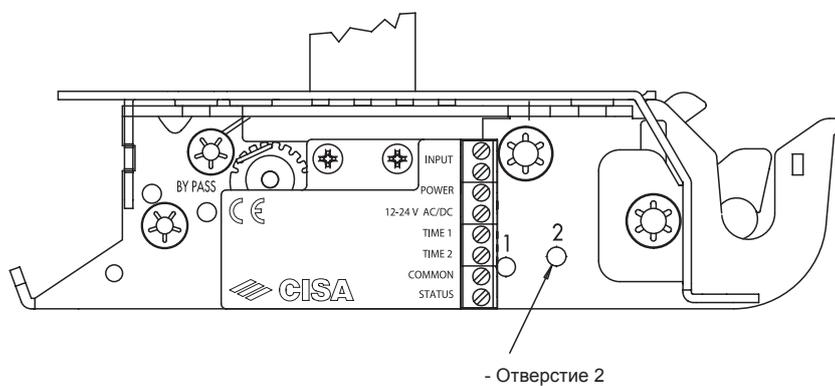

Рис.6
- 3) Открыть дверь ключом или кнопкой и действовать вручную на вращение роторного ригеля до положения открывания (во время вращения замечается легкое трение, заканчивающееся щелчком, см.рис.6).